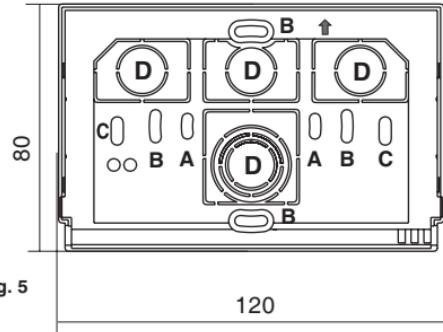

Fig. 5
- Fijar la base del cronotermostato a la caja empotrada (o a la pared), utilizando los dos orificios (fig. 5):
**N.B.:** fig.5, "D" = áreas removibles para la entrada de cables (sólo flexibles)